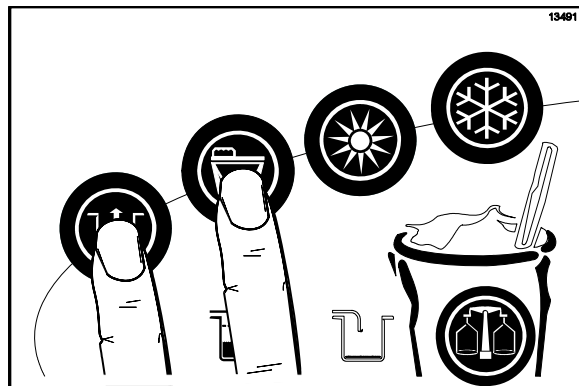

Figura 159
15. Pressione os símbolos LAVAR e BOMBEAR   para interromper esses modos e fechar a válvula de extração. (Veja a Figura 159.)